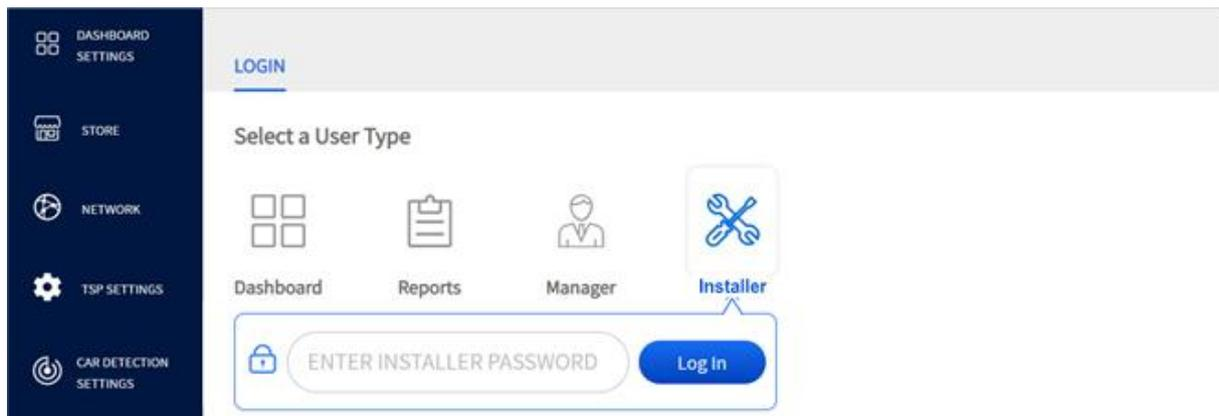
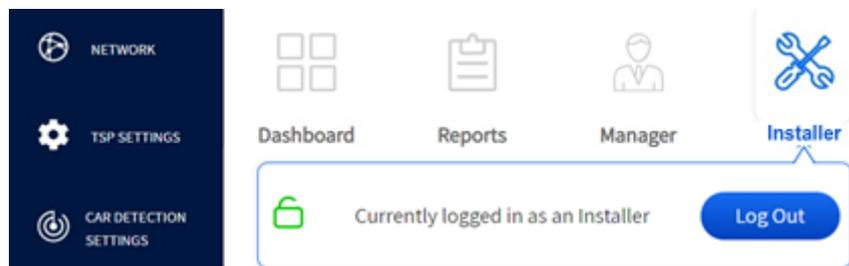

Abb. 9.1
Abb. 9.2
**Beispiel:** In Abb. 9.1 ist der Benutzertyp „Installer“ ausgewählt. Nach dem Anmelden wird „Installer“ als aktueller Benutzer angezeigt (Abb. 9.2). Mit einem Klick auf „Log Out“ wird der aktuelle Benutzer abgemeldet und der Bildschirm PASSWORD schließt sich.